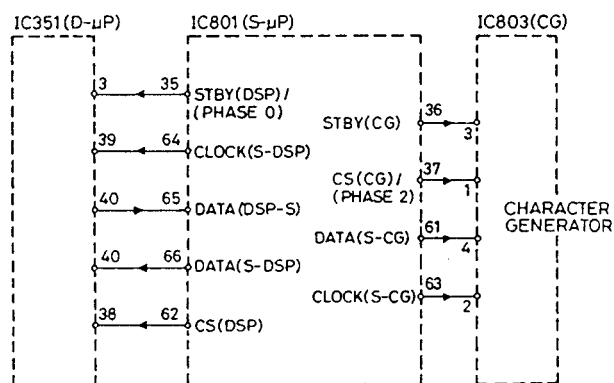

Abb. 3-6 Datenkommunikations-Schaltkreis
4. Datenkommunikations-Regelschaltkreis (Abb. 3-6)